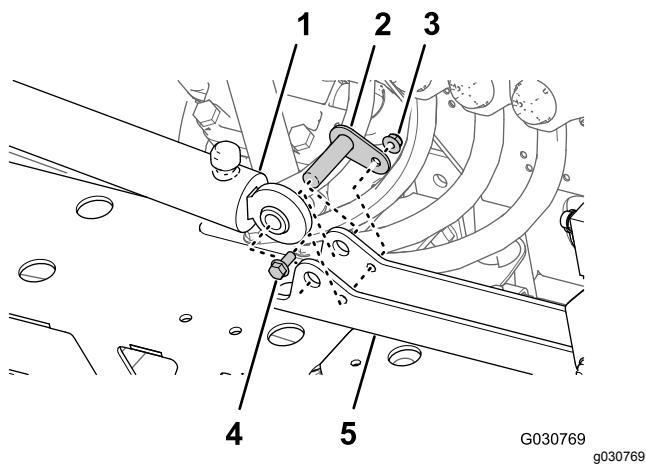

Figura 94
1. Alinee el extremo fijo del cilindro de elevación que retiró en el paso 4 de Retirada del cilindro de elevación \(página 30\) al orificio de 16 mm del bastidor del cilindro (Figura 94).
2. Sujete el cilindro al soporte de los cilindros con el pasador de giro, el perno con arandela prensada y una tuerca de arandela prensada (Figura 94).